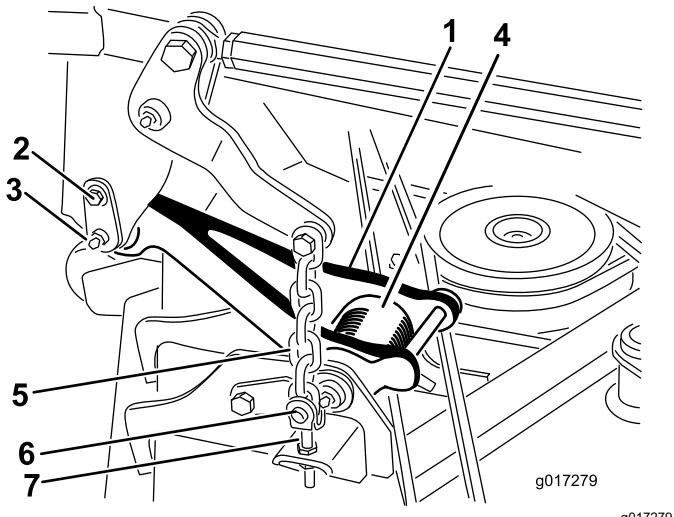

Bild 4
Hinweis: Wenn das Mähwerk angehoben ist, ist die Spannung der Zuglenkerdrehfeder (**Bild 4**) verringert; dies erleichtert das Trennen der Zuglenker von der Maschine.
2. Schließen Sie den Zuglenker an jeder Seite der Maschine ab (**Bild 4**).
- A. Entfernen Sie die Ansatzschraube, mit denen der Befestigungsstift am Trägerrahmen befestigt ist (**Bild 4**).
- B. Schieben Sie den Befestigungsstift vorsichtig vom Trägerrahmen und Zuglenker (**Bild 4**).
6. Entfernen Sie die vier Ringstifte und die Lastösenbolzen, mit denen die Hubketten an den Einstellbolzen am Mähwerk befestigt (Bild 4).
2. Setzen Sie die vier Lastösenbolzen und Ringstifte ein, mit denen die Mähwerkshubketten an den Einstellbolzen am Mäher befestigt sind (Bild 4).
5. Fluchten Sie den Zuglenker am Trägerrahmen aus und befestigen Sie den Lenker mit dem Befestigungsstift (Bild 4). Befestigen Sie den Befestigungsstift mit der Ansatzschraube am Rahmen (Bild 4).